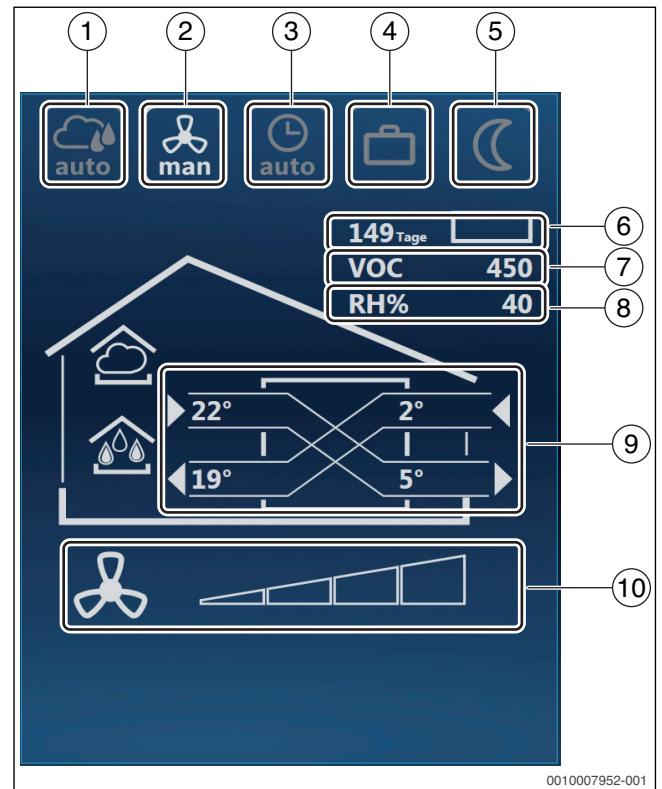

Bild 10 Grafische Anlagenübersicht
- Außenlufttemperatur (in °C, → Bild 10, [9])
- Zulufttemperatur (in °C, → Bild 10, [9])
- Ablufttemperatur (in °C, → Bild 10, [9])
- Fortlufttemperatur (in °C, → Bild 10, [9])